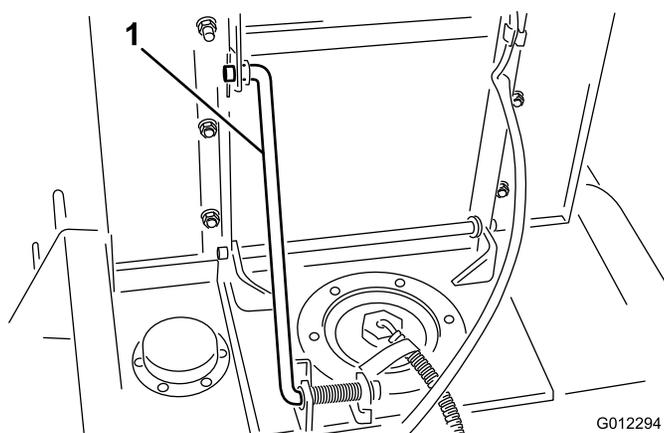

Figura 20
2. Levante el asiento y sujételo en posición vertical con la varilla de soporte del asiento (Figura 20).